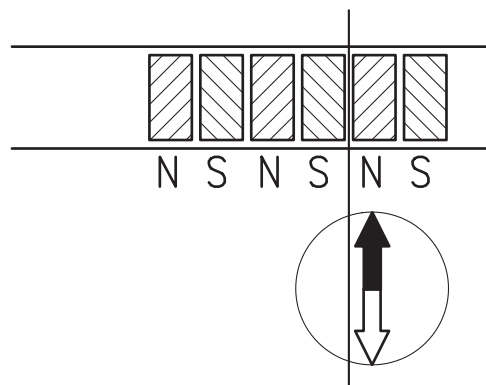

Abb. 11: Ermittlung der Polarität. Trennung des Magnetbandes.
- Wenn erforderlich mit Kompassnadel kontrollieren, wo sich die Pole am Magnetband befinden (Abb. 11).